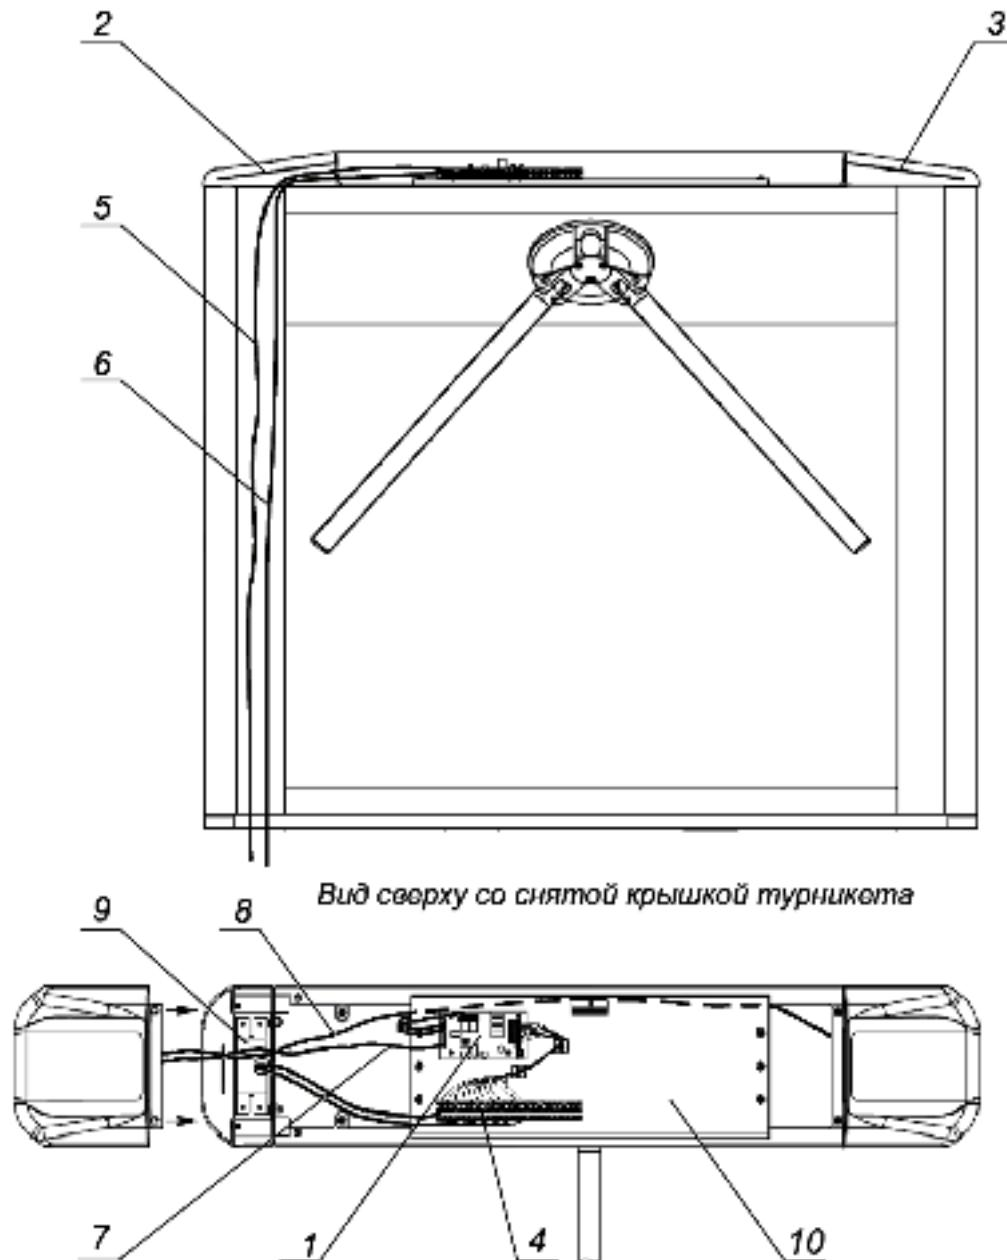
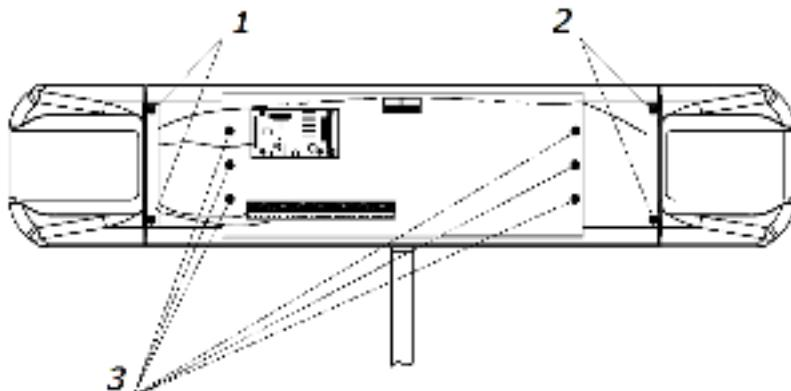

Рисунок 12. Схема прокладки кабелей в стойке турникета
Рисунок 15. Расположение крепежных винтов
4. При необходимости прокладки кабелей под поверхностью пола подготовьте в полу кабельный канал, подходящий к зоне ввода этих кабелей в стойку турникета. Прокладка кабелей внутри стойки показана на рис. 12.
6. Снимите крышку турникета (3) согласно разд. 6.
7. Демонтируйте стенку боковую (7) в сборе с крышкой (9). Для этого:
- Отверните два винта (2 на рис. 15).
- Отведите стенку от стойки и отсоедините кабель, соединяющий платы индикации (8 на рис. 12) от платы ПИ2, расположенной под крышкой (приказ №711).
8. Демонтируйте стенку (6) в сборе с крышкой (8). Для этого:
- Отверните два винта (1 на рис. 15).
- Отведите стенку от стойки и отсоедините от платы индикации ПИ1 (расположена под крышкой) кабель (8 на рис. 12), соединяющий платы индикации, и кабель индикации (7 на рис. 12), идущий от платы управления.
13. При необходимости произведите установку платы внешнего контроллера СКУД внутри стойки турникета на кронштейне (10 на рис. 12); для этого используйте фиксаторы на самоклеящихся площадках FSS-5 из комплекта поставки.
14. При необходимости произведите установку считывателей карт доступа на предусмотренные для этого кронштейны на торцах стойки (9 на рис. 12). Для удобства монтажа снимите кронштейн, открутив рожковым ключом S5,5 две гайки М3, расположенные снизу под кронштейном. Для подключения считывателей используйте свободные контакты (15 - 24) выносной клеммной колодки **XS1**.
2. Снимите крышку (3) турникета в порядке, указанном в разд. 6 и положите ее на ровную устойчивую поверхность.
3. Для доступа к узлу вращения преграждающих планок турникета снимите кронштейн (4 на рис. 15) с платой управления и выносной клеммной колодкой. Для этого: выкрутите 6 винтов (3 на рис. 15), фиксирующих кронштейн на стойке турникета, и аккуратно отведите кронштейн в сторону, не повредив подключенные кабели.